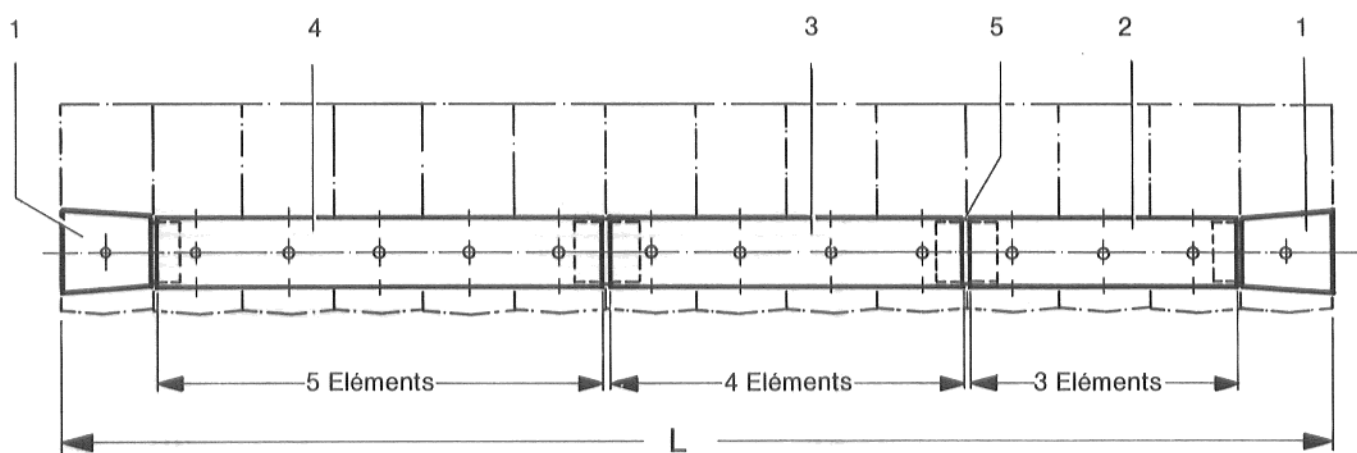

Fig. 12
**Les conduites de départ/retour de chauffage doivent toujours être montés du même côté (Fig. 12).**
La conduite d'alimentation se compose de 2 parties d'extrémité (1), d'une ou plusieurs parties intermédiaires (2, 3, 4) ainsi que des raccords (5) suivant le modèle de la chaudière (voir Fig. 12 et tableau).